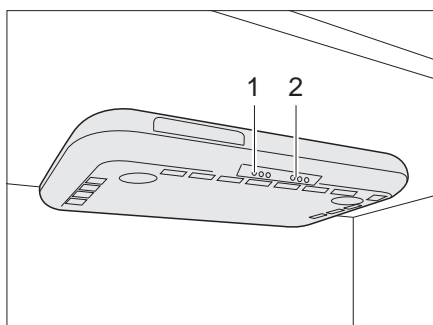

Fig. 219 Hotte aspirante
- Allumer et éteindre la hotte aspirante avec l'interrupteur (Fig. 219,1).
- Allumer et éteindre les éclairages de la cuisine avec l'interrupteur (Fig. 219,2).